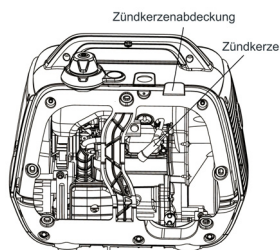

Fig. 15B
2. Ziehen Sie den Zündkerzenstecker ab. (Fig. 15B)